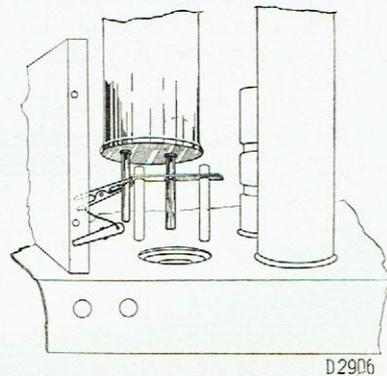

Fig. 4.
3. Connecter le transformateur de réglage à la borne du haut-parleur de l'appareil (fig. 4).